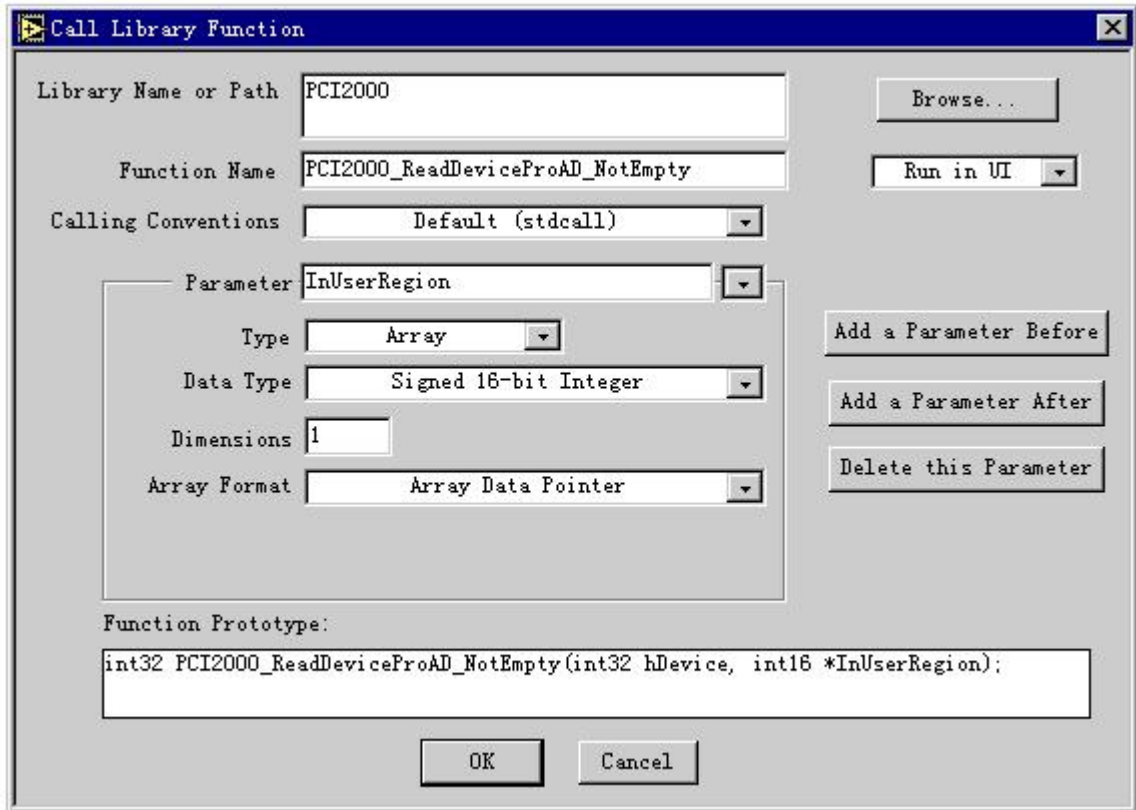

图 22 如何定义一个数组参数
- 在 Type 下拉列表框中, 选择 Array 之后, 如图 22: